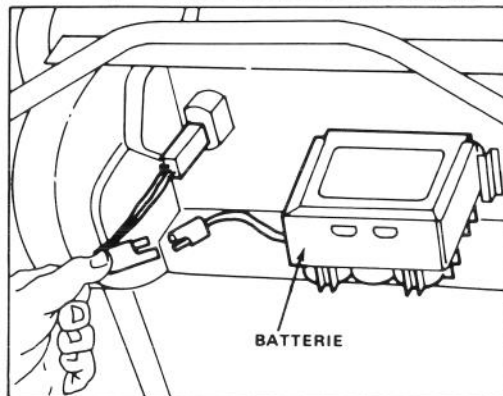

Figure 27
1. Arrêtez le moteur et débranchez le harnais de câble de la borne de la batterie (Fig. 27).